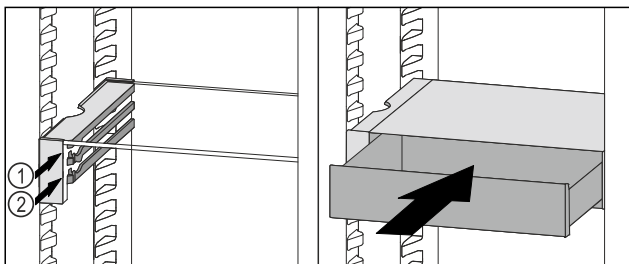

Fig. 87
- ▶ Поставете чекмеджето на VarioSafe зад ограничителите върху желаното ребро Fig. 87 (1) или Fig. 87 (2).